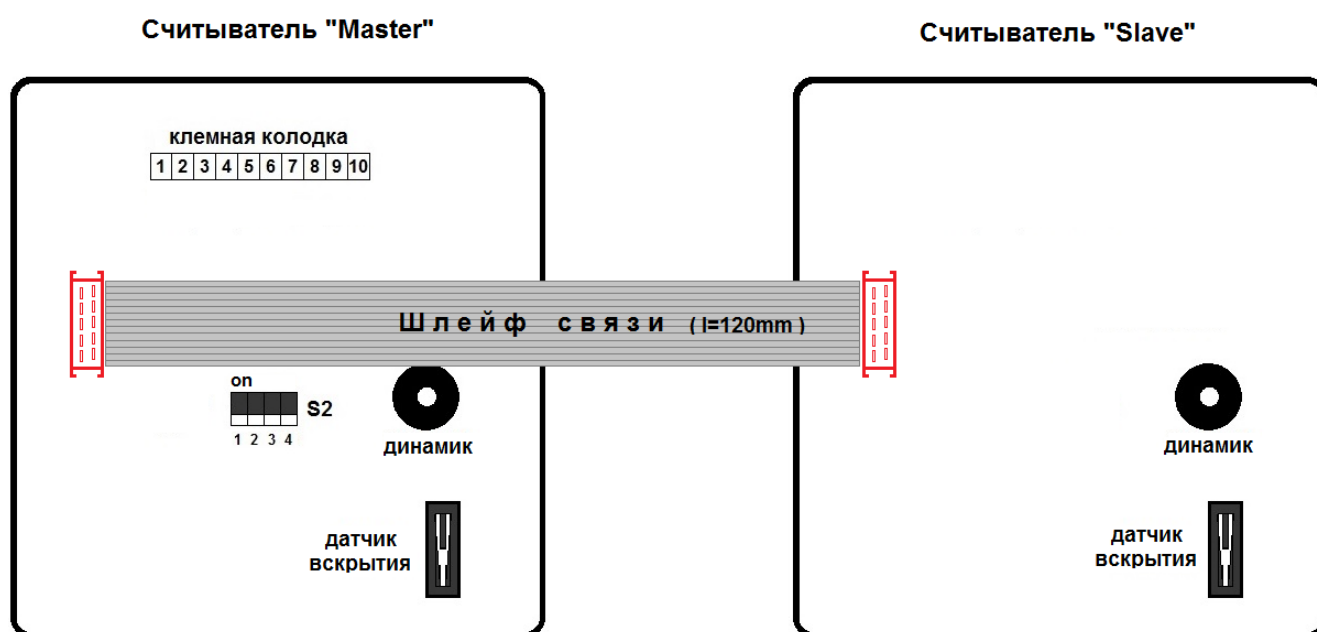

Рисунок 6
- Соединить считыватели между собой «Шлейфом связи». См. рисунок. 6.